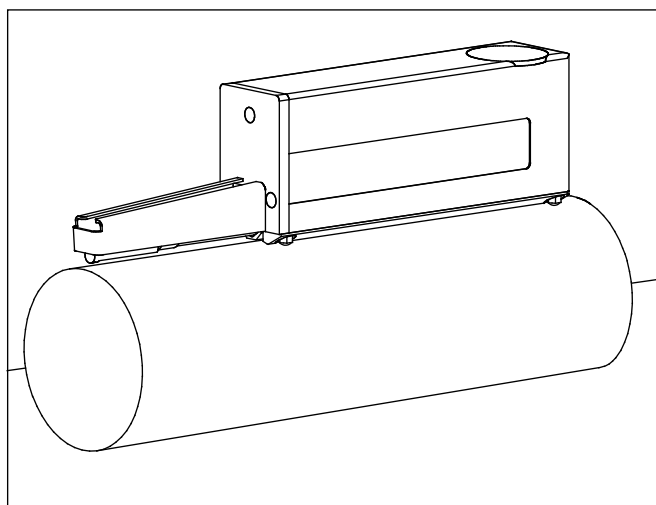

Fig. 6
- En objetos de medición con diámetros superiores a 72 mm, la MarSurf GD 25 / GD 25 plus descansa sobre los pies de apoyo, que deben disponerse como soporte de cuatro puntos (véase *fig. 6*).